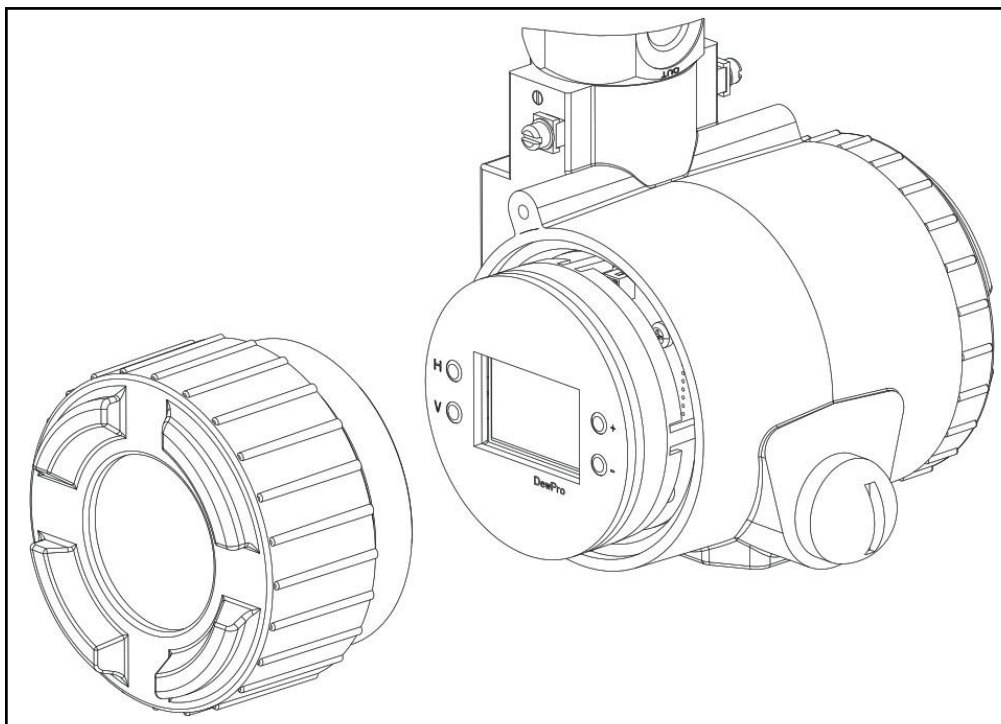

図 14 : ディスプレイ／ユーザーインターフェイス付き DewPro MMY30
1. 保護キャップのねじを緩めて、DewPro MMY30 の先端から（上の図 14 に示すように）取り外し、ディスプレイモジュールを露出させます。これでボタン（V、H、+、-）へのアクセスが可能になります。